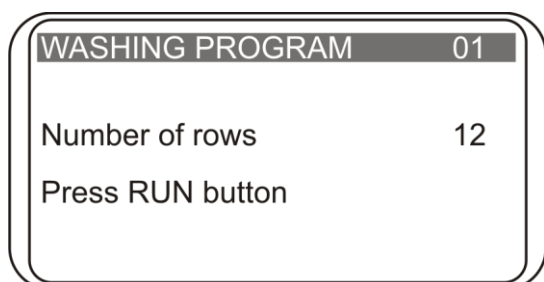

Fig. 6. Numero preimpostato di file da sottoporre a risciacquo
- 4.12. Se è necessario lavare meno di 12 file su una piastra, premere il tasto **Rows** prima di iniziare. Sul display verrà visualizzato il seguente messaggio (fig. 6).